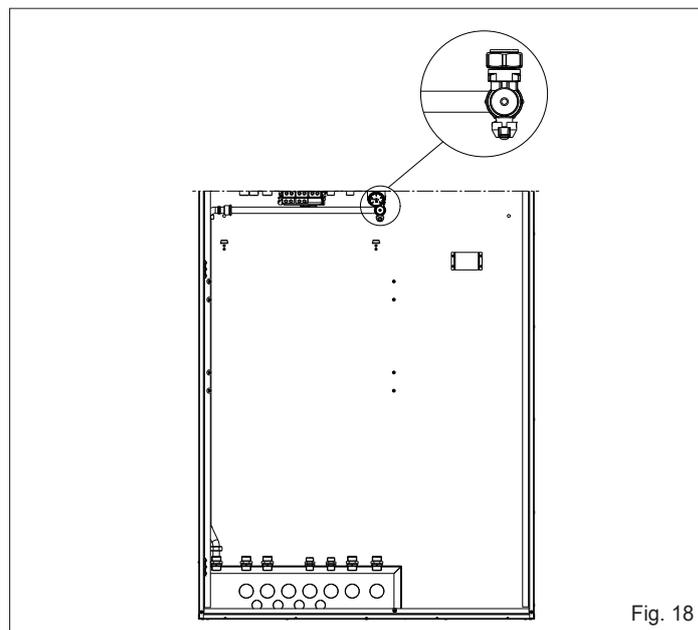

Fig. 18
- Assemblare la rampa gas e la prolunga contenuta nel kit rampe di collegamento come indicato in fig. 18